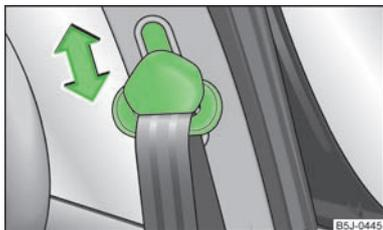

Fig. 95
- Premere il rinvio nella direzione desiderata, verso l'alto o verso il basso » fig. 95.